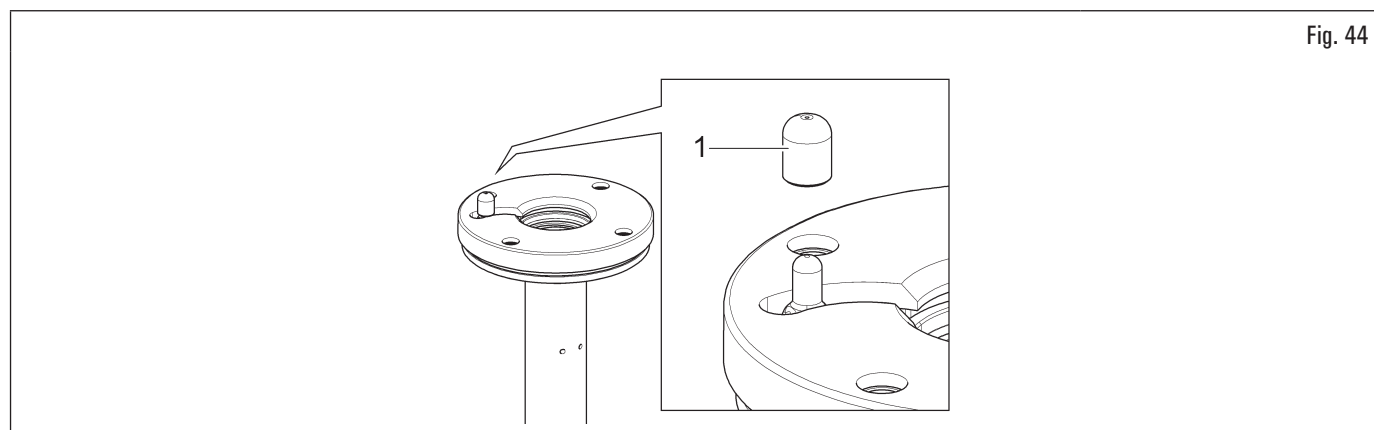

Fig. 44
7. per ruote con cerchi in lega utilizzare l'apposita protezione in plastica (Fig. 44 rif. 1);